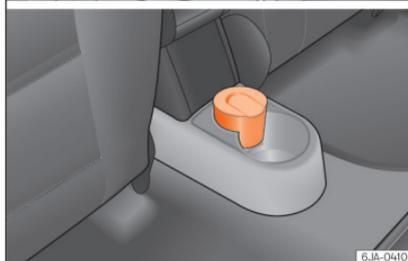

Abb. 153 Mittelkonsole: Aschenbecher vorne/Aschenbecher hinten
- Nehmen Sie den Aschenbecher »» **Abb. 153** nach oben heraus.